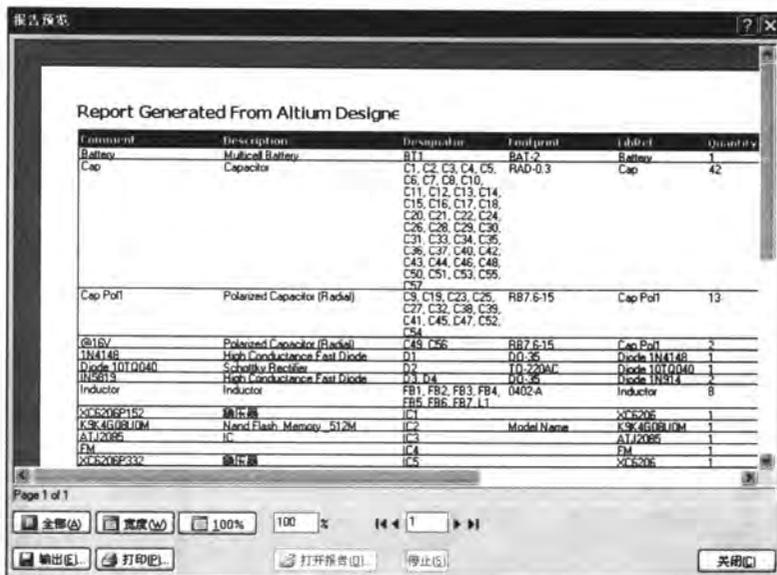

图 6-14 【报告预览】对话框
- [1] 单击 按钮，在弹出的菜单中执行【Report】命令，即可打开元器件报表的预览对话框，如图 6-14 所示。